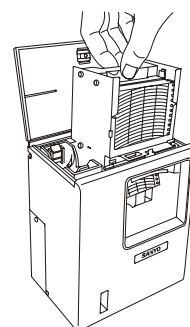

图 2
2. 用螺丝刀卸下固定顶部盖的 6 个螺钉并取下顶部盖。（图 2）
2. 打开顶部盖板，向上拉出卷筒。逆时针旋转球形湿手能打开顶部盖板。参见图 2。